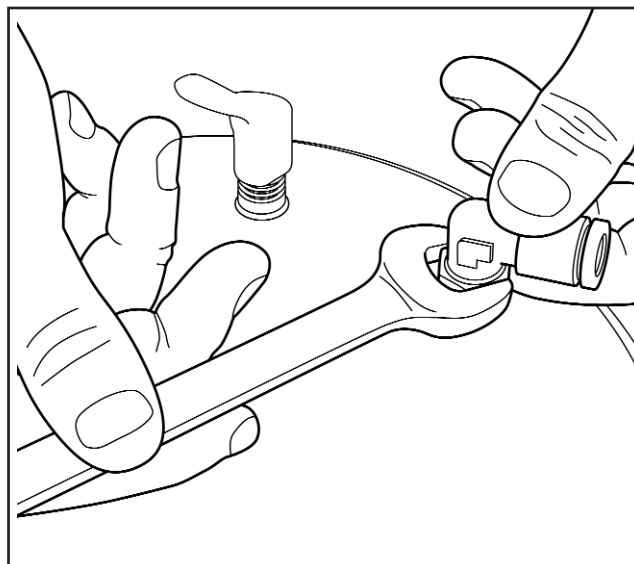

Fig 3.6
6. Déposer le raccord de conduite d'air (figure 3.6).
1. Poser le raccord de conduite d'air (figure 3.6).